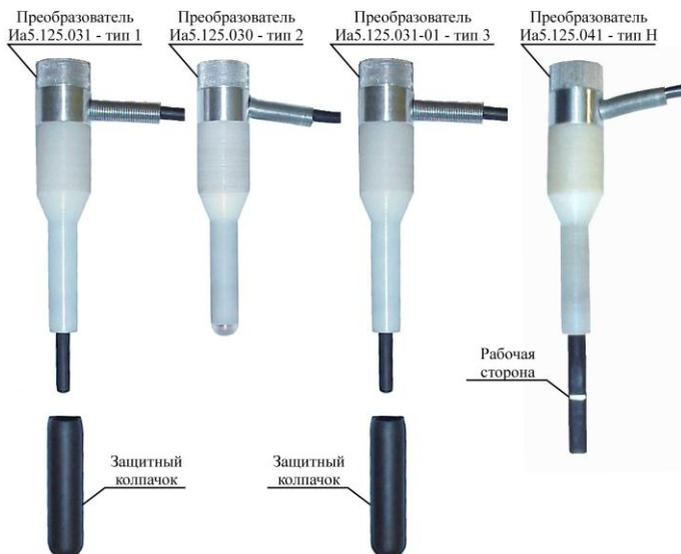

Рис. 3.3 Комплект преобразователей для дефектоскопа ВД-12НФП
**3.7.1** Вихретоковый преобразователь (рис. 3.3) предназначен для преобразования неэлектрических величин (в виде локальных нарушений сплошности) в электрический сигнал, путем возбуждения в контролируемом изделии вихревых токов и последующем выделении сигнала, параметры которого (амплитуда и фаза) определяются действующим вторичным полем.
**Внимание.** При работе с преобразователями типа 1 – маркировка (●) и типа 3 – маркировка (●●●) снять защитный колпачок (рис. 3.3).